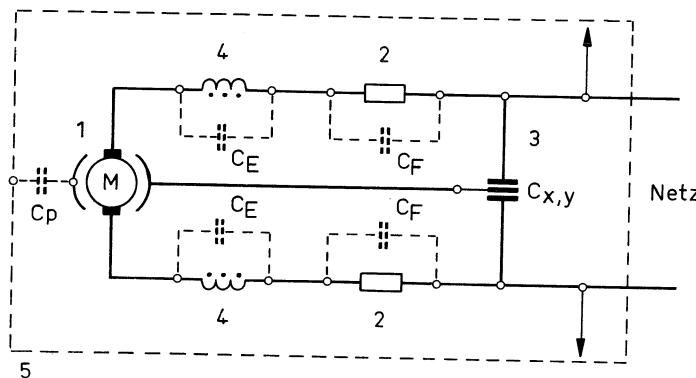

Bild 1
In Bild 1 ist ein vereinfachtes Ersatzschaltbild eines funkentstörten Motors dargestellt. Die parasitäre Kapazität C_p besteht in der Praxis aus vielen Teilkapazitäten, die sich zwischen den UKW-Drosseln, ihren Verbindungsleitungen, den Bürsten, dem Läufer und der Wicklung des Läufers gegen das HF-Bezugspotential (z. B. Blechpaket der Feldwicklung) ausbilden. Die parasitäre Kapazität beträgt etwa 10 bis 60 pF . Sie ist damit wesentlich kleiner als die Eigenkapazität C_f der Feldwicklung und bestimmt für die Resonanzfrequenz.
- 2 – Entstört nach Bild 1 nur mit XY-Kondensatoren
- 3 – Entstört nach Bild 1 mit normalen UKW-Drosseln
- 4 – Entstört nach Bild 1 mit bedämpften UKW-Drosseln